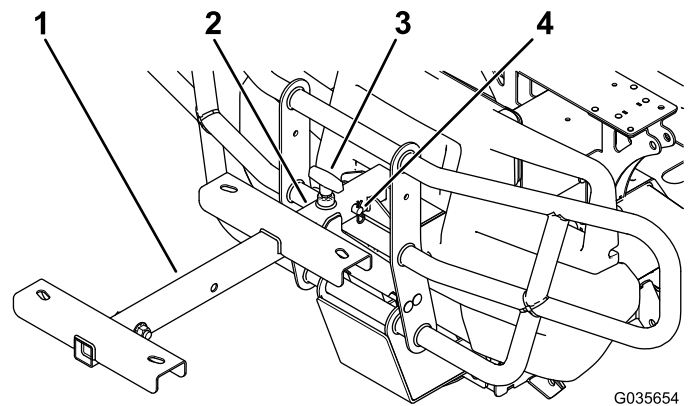

Figura 2
3. Afloje el asa en "T" del enganche delantero (Figura 2).
4. Introduzca el tubo de montaje en el enganche delantero y sujételo con el pasador ($\frac{1}{2}$ " x 2") y la chaveta (Figura 2).
5. Apriete el asa en "T" del enganche delantero (Figura 2).